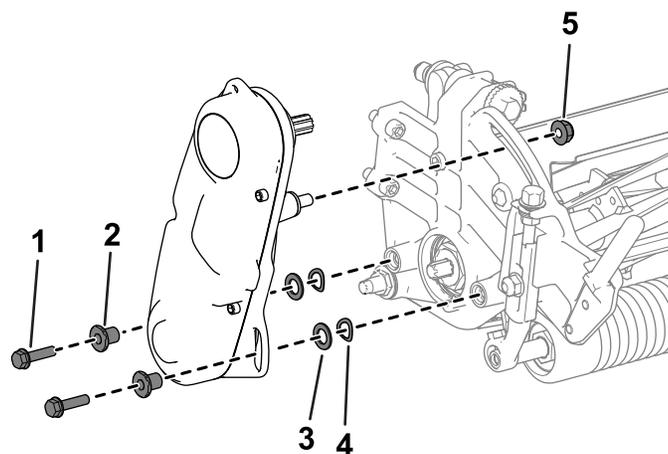

图 3
- 卸下将滚刀驱动总成固定到侧板上的五金件（图 3）。
- 从侧板上卸下滚刀驱动总成、扁平垫圈、弹簧垫圈和隔片（图 3）。